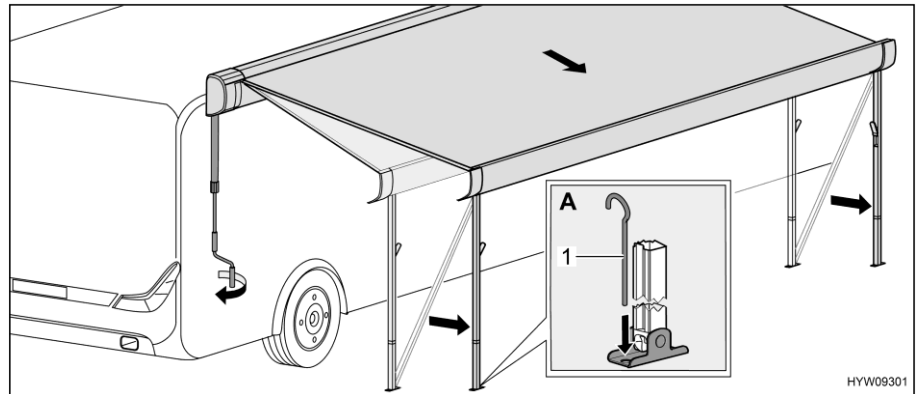

Bild 51 Placera markisen i ändläge
- Fäst stödfötterna med tältpinnar (Bild 51,1) på marken (Bild 51,A).